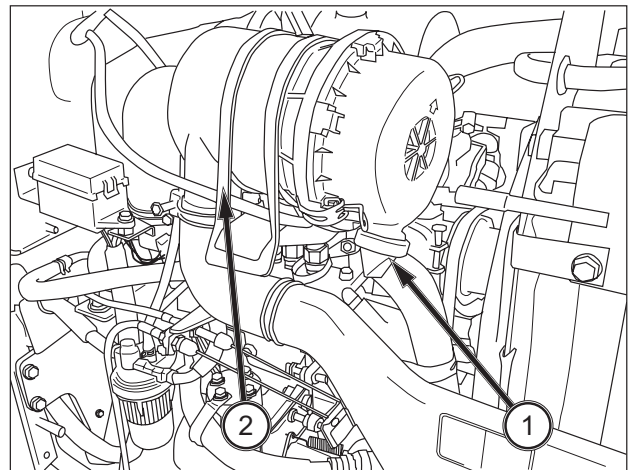

ABB. 136
**ABB. 136:** Der Motorluftfilter befindet sich oberhalb des Motors. Die rechte seitliche Abdeckung abnehmen, um Zugang zum Filter zu bekommen. Den Staubsammler (1) sollte einmal täglich durch Zusammendrücken geöffnet und ausgeleert werden. So sammelt sich weniger Material auf dem Hauptfilter. Zum Warten des Hauptfilters das Halteband (2) über dem Luftfilter lösen und den Luftfiltereinlass nach hinten ziehen, damit er sich aus den Halteklammern löst. Den Luftfilter dann herausnehmen und warten.